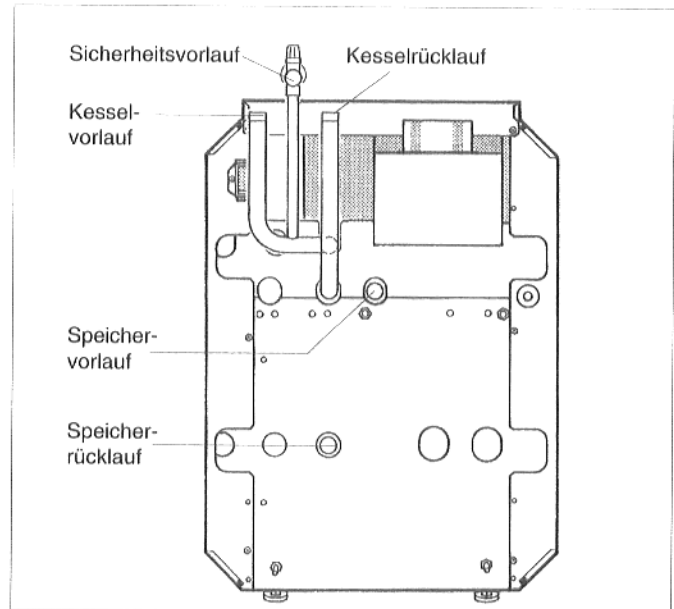

Abb. 8: Wasserseitige Anschlüsse G124 XV
- Manometer vom Sicherheitsventil abschrauben, Sicherheitsventil am Sicherheitsvorlauf montieren (Abb. 8) und Manometer wieder am Sicherheitsventil anschrauben.
Zur Gewährleistung der Kesselfunktion darf jeder Anschluß nur an der dafür vorgesehenen Anschlußstelle vorgenommen werden (Abb. 8).
Wird kein Speicher-Brauchwassererwärmer angeschlossen, Speichervorlauf und Speicherrücklauf bauseits verschließen (Abb. 8).